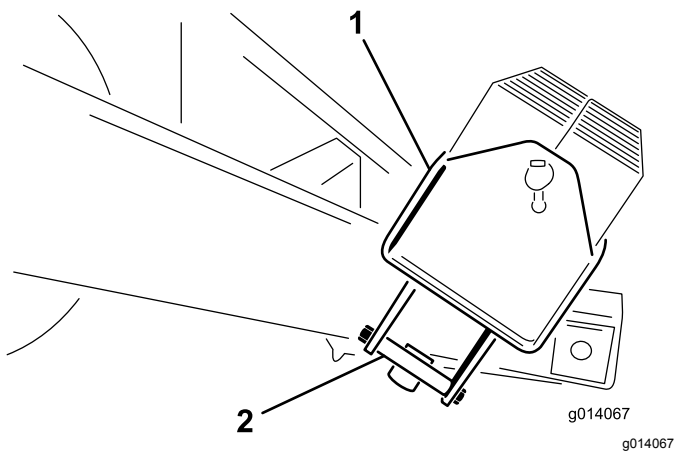

图 5
- 卸下承载配重块箱的安装支架上的 ½ x 5½ 英寸 螺栓。丢弃安装支架 图 5。